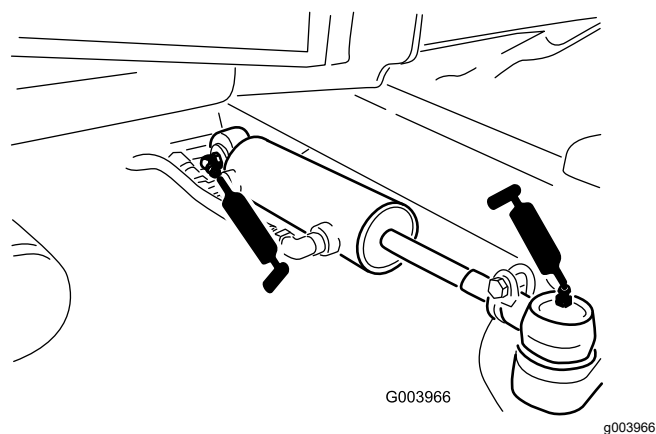

Рисунок 112
- Шаровые опоры гидроцилиндра рулевого управления (2 шт.) (Рисунок 112)